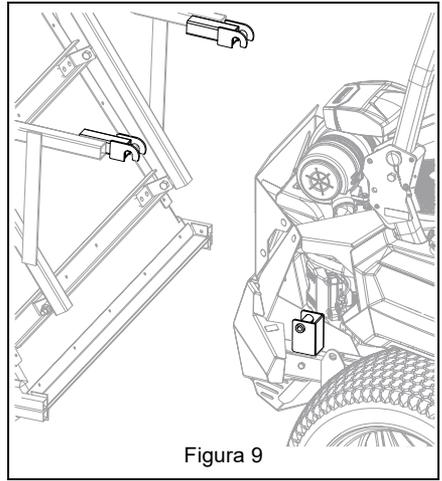

Figura 9
3. Ponga la embolsadora en el suelo detrás del cortacésped. Haga coincidir los extremos con los soportes de montaje. Consulte Figura 9.